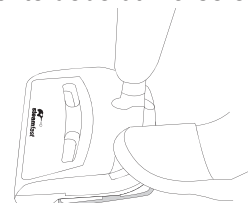

Figura 1
1. Para activar el cepillo barredor, presione el botón de energía del cepillo barredor (Figura 1). Barra bien toda la superficie para eliminar los desechos.